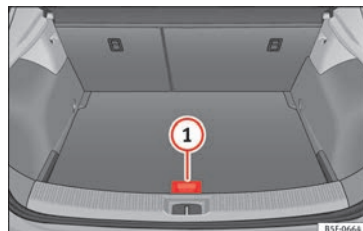

Fig. 179 Coffre à bagages : plancher modulable
- Relevez le plancher modulable à l'aide de la poignée » fig. 179 ①, tirez-le et poussez-le jusqu'au dossier de la banquette arrière jusqu'à ce que la partie mobile du plancher repose contre le dossier.